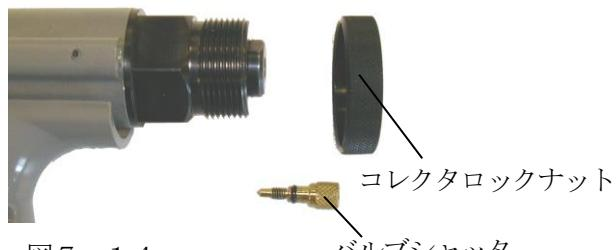

図7-14
- (3) コレクタロックナット、バルブシャッタを外して下さい。(図7-14)